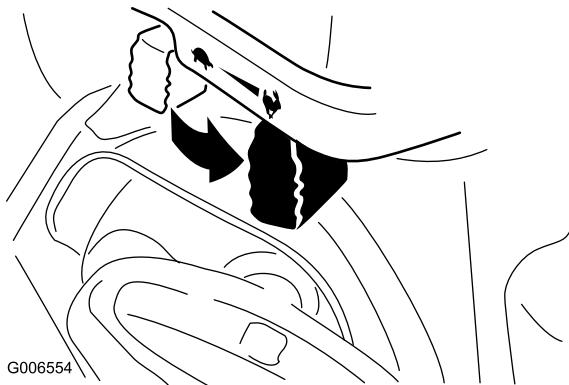

Figure 22
6. Placez la manette d'accélérateur en position haut régime (Figure 22).